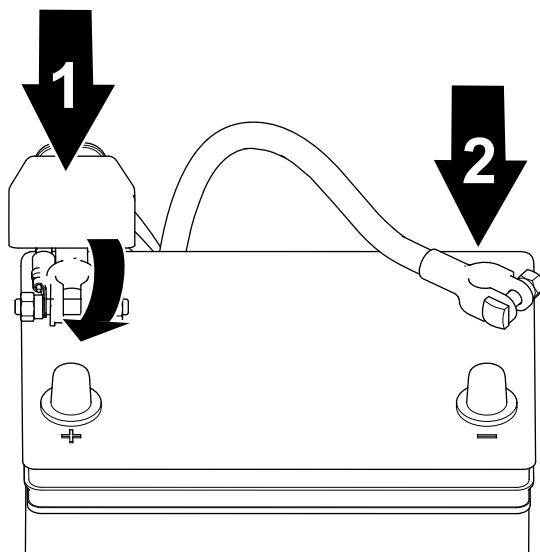

Figure 90
1. Branchez le câble positif à la batterie et serrez l'écrou de collier de la batterie (Figure 90).
2. Branchez le câble négatif à la batterie et serrez l'écrou de collier de la batterie (Figure 90).